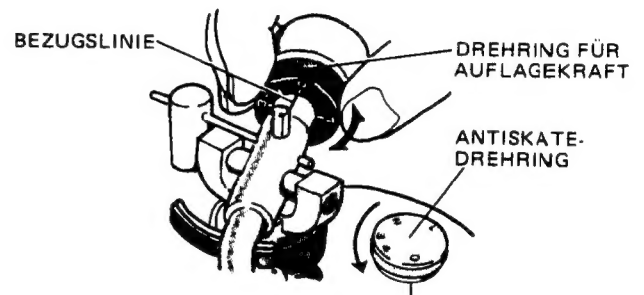

Abb. 14
1. Den Antiskating-Knopf (ANTI-SKATE) auf Null ("0") stellen (Abb. 14).
8. Bei horizontal ausbalanciertem Tonarm ist die Abtastkraft gleich Null. Drehen Sie daher den Drehring für Auflagekraft vorn auf dem Gegengewicht, so daß der Nullwert der Skala auf die Bezugslinie des Gegengewichtschafts weist (Abb. 14).